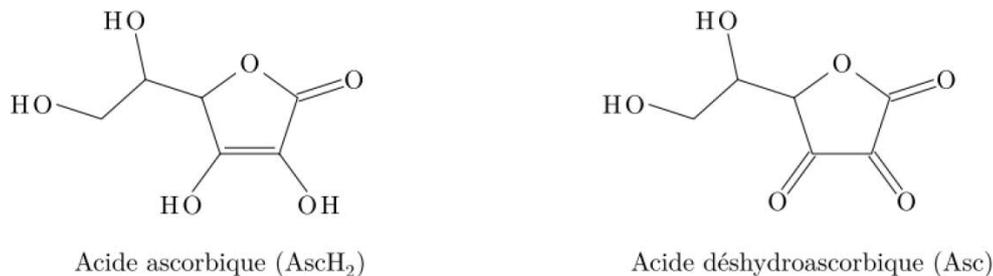

Figure 2
**Q 1.** Justifier que l'acide ascorbique, noté  $H_2Asc_{(aq)}$ , et l'acide déshydroascorbique, noté  $Asc_{(aq)}$ , (figure 2) appartiennent à un couple oxydant-réducteur.